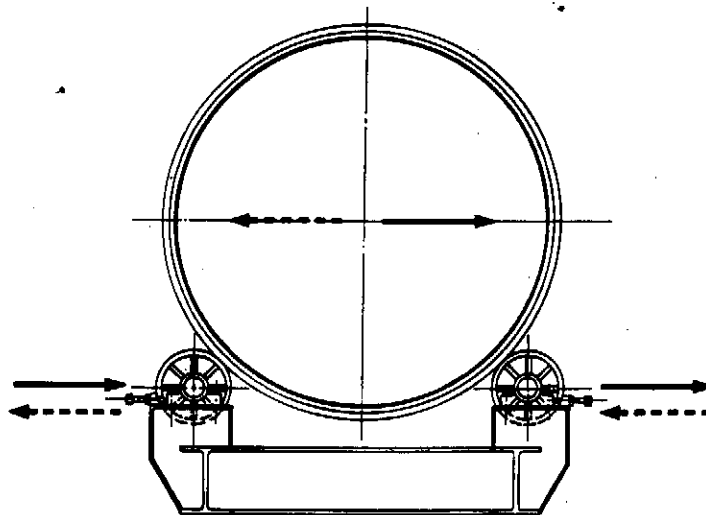

Abb.9
**a) Seitliche Verschiebung der Drehachse (siehe Abb.9).**